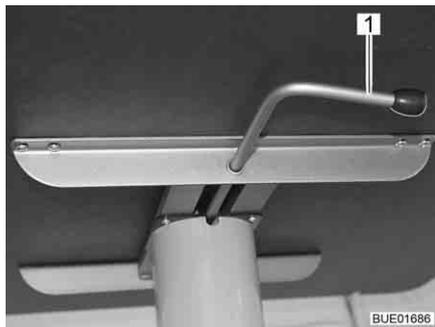
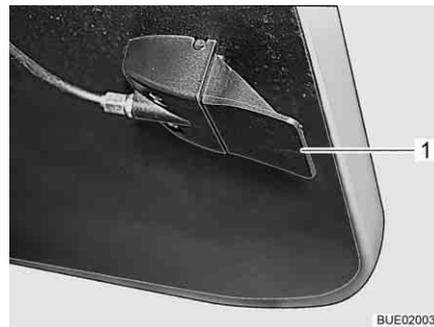

Bild 76 Hubtisch-Entriegelung
Bild 77 Hubtisch-Entriegelung (Alternative)
- Den Verriegelungshebel (Bild 76,1) nach links schwenken bzw. den Entriegelungshebel (Bild 77,1) drücken. Die Verriegelung des Hubmechanismus ist offen.
- Den Verriegelungshebel (Bild 76,1) nach rechts schwenken (Bild 76) bzw. den Entriegelungshebel (Bild 77,1) loslassen. Der Hubmechanismus ist verriegelt.
- Den Verriegelungshebel (Bild 76,1) nach links schwenken. Die Verriegelung des Hubmechanismus ist offen. Die Tischplatte fährt bis zum Anschlag nach oben.
- Den Verriegelungshebel nach rechts schwenken (Bild 76). Der Hubmechanismus ist verriegelt.